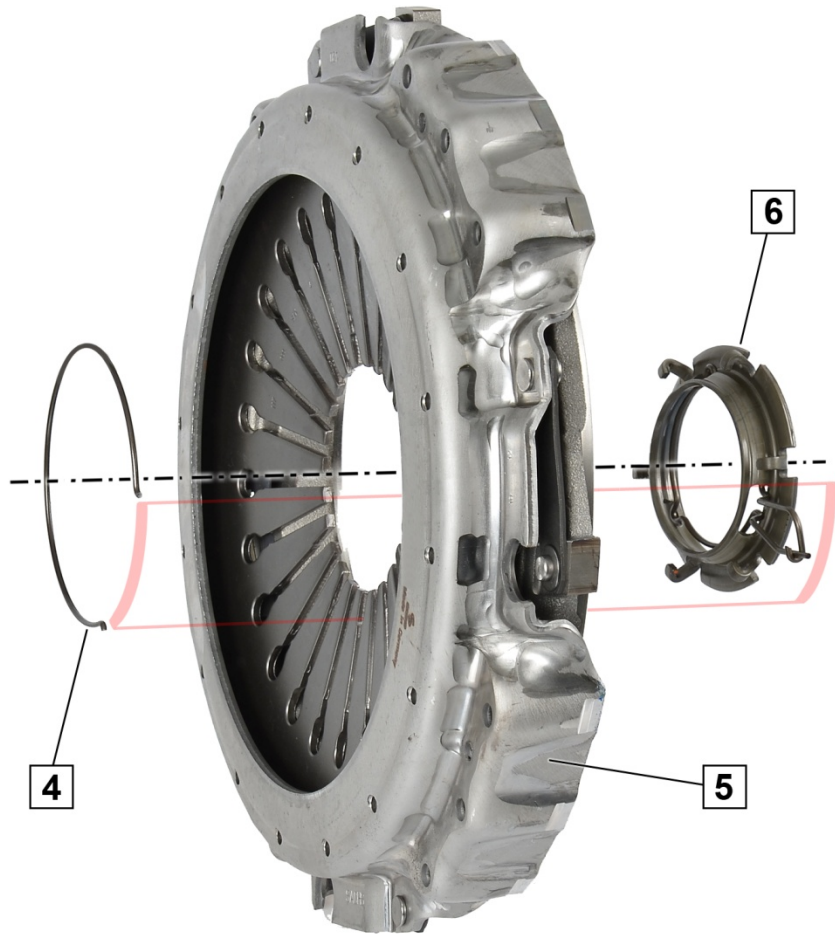

Fig. 2: Montering på trykkplaten
2. Plasser koblingsringen med lastringen (6) i de bredere fordypningene til membranfjærspissene, og la spennringen (4) smekke inn. Plasser spennringen (4) slik, at sperren til lastringen (3) ligger i fordypningen til spennringen (4) (fig. 2, rød markering).
2. Plasser koblingsringen med lastringen (5) i de bredere fordypningene til membranfjærspissene, og la spennringen (3) smekke inn. Plasser spennringen (3) slik at den åpne enden på lastringen (2) ligger i utsparingen på spennringen (3) (fig. 2; merket med rødt).